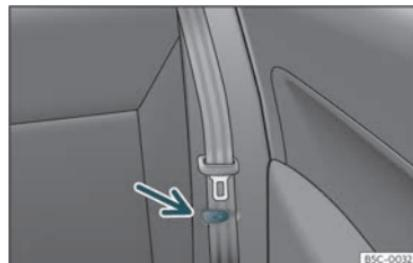

Fig. 105 Banquette arrière : pince pour ceinture de sécurité.
- Placer les ceintures de sécurité latérales dans la pince du revêtement»» **fig. 105**.